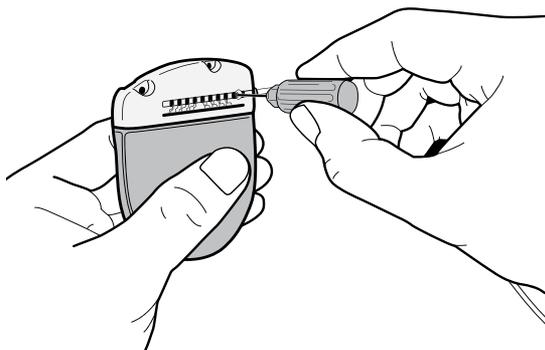

Figure 34. Insertion de la clé dynamométrique dans l'adaptateur du GII
8. Passer la clé dynamométrique à travers la fente de la cloison située sur le côté de l'adaptateur du GII (Figure 34).